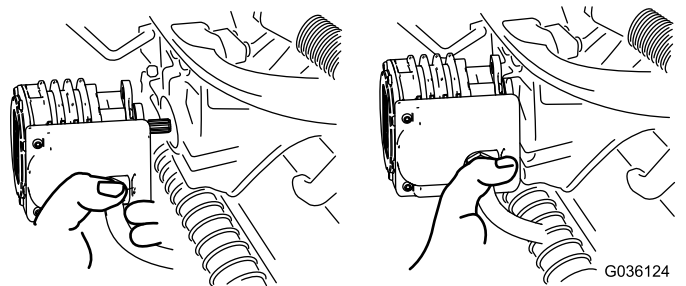

Figura 49
4. Spostate il motore in posizione di stoccaggio davanti al braccio di sospensione (Figura 49).